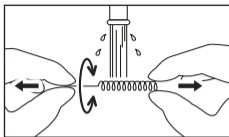

Fig. 27
- ② Après avoir utilisé le fil de nettoyage, nettoyez le fil pendant 15 secondes ou plus en tirant sur ses deux extrémités avec les doigts tout en faisant couler de l'eau tout autour du fil (Fig. 27).